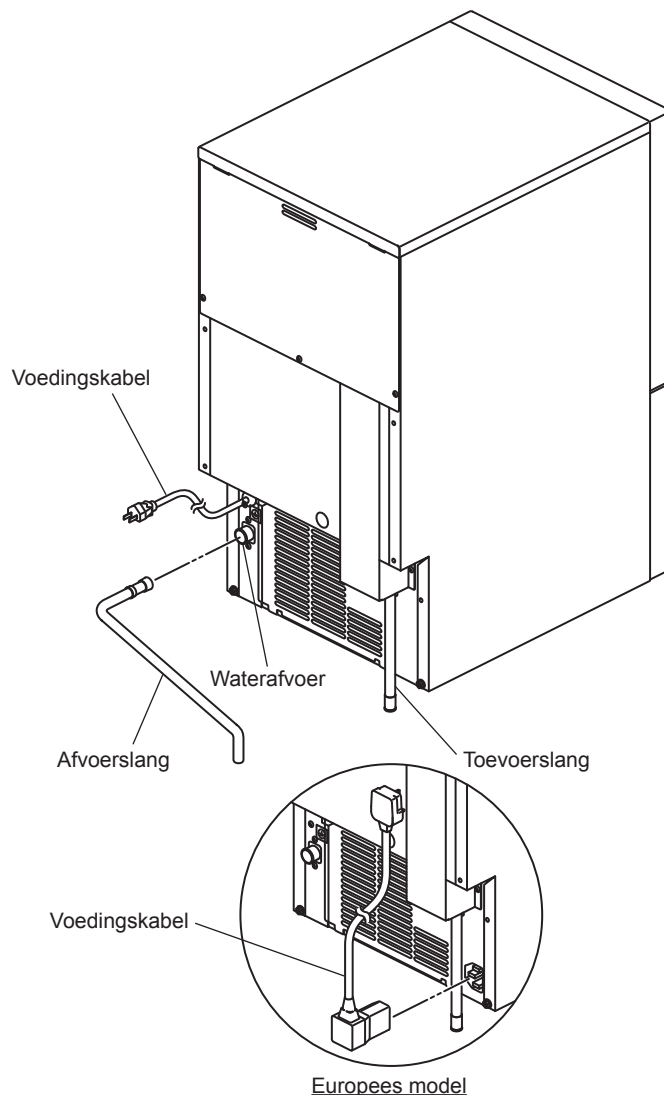

Fig. 3
- 2) Draai de flexibele grijze afvoerslang (meegeleverd) handvast aan op de aansluiting aan de achterkant van de ijsmachine zoals aangegeven (fig. 3). Zorg er daarbij voor dat de rubber afdichtring goed is aangebracht voor een lekvrije aansluiting. De slang kan zondig op lengte worden gesneden voor een passende aansluiting op de hoofdafvoer. Voorkom waterlekages door de afvoerslang aan de waterafvoer te bevestigen met behulp van een slangklem.